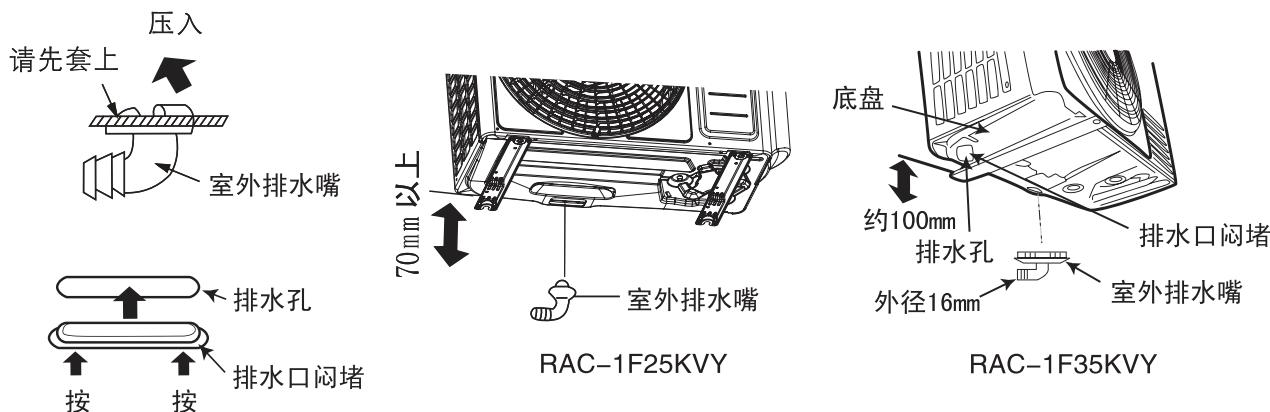

图14
- 请将机体在安装后,按图14所示将室外机附件中的室外排水嘴安装在排水孔中。